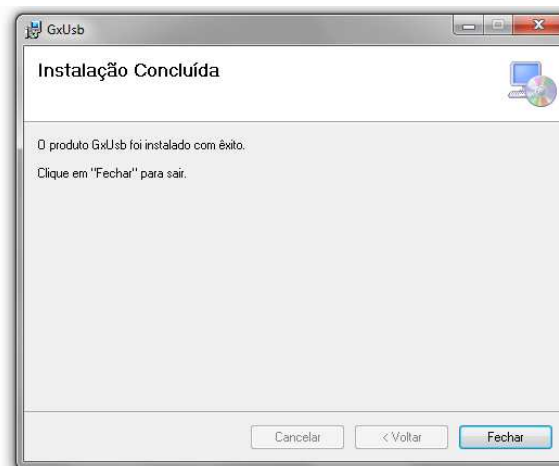

Figura 6
5. Uma vez finalizada a instalação será mostrada a tela de "Instalação Concluída" (Figura 6).